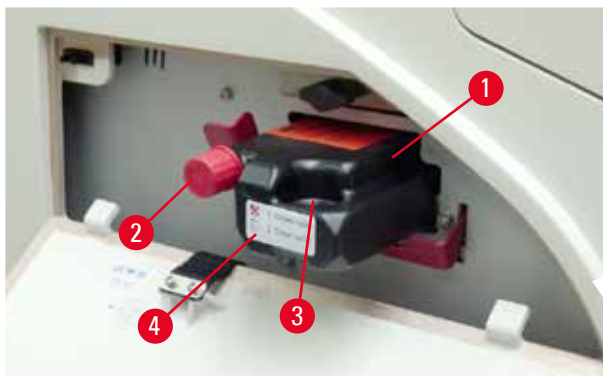

Abb. 57
3. Die Schutzfolie entfernen und die Kartusche etwa bis zur Hälfte in den Kartuschenschacht schieben (→ "Abb. 57").